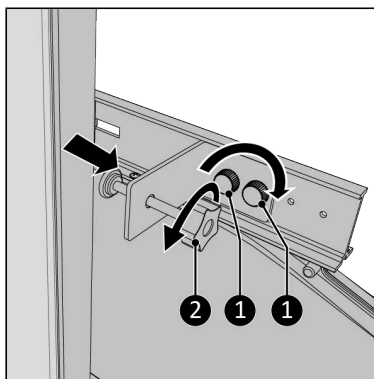

Figura 64.
13. Înșurubați complet șurubul de fixare (Figura 64, nt. 2).
15. Înșurubați suportul de fixare pe șina principală folosind cele două șuruburi cu buton (Figura 64, nt. 1).